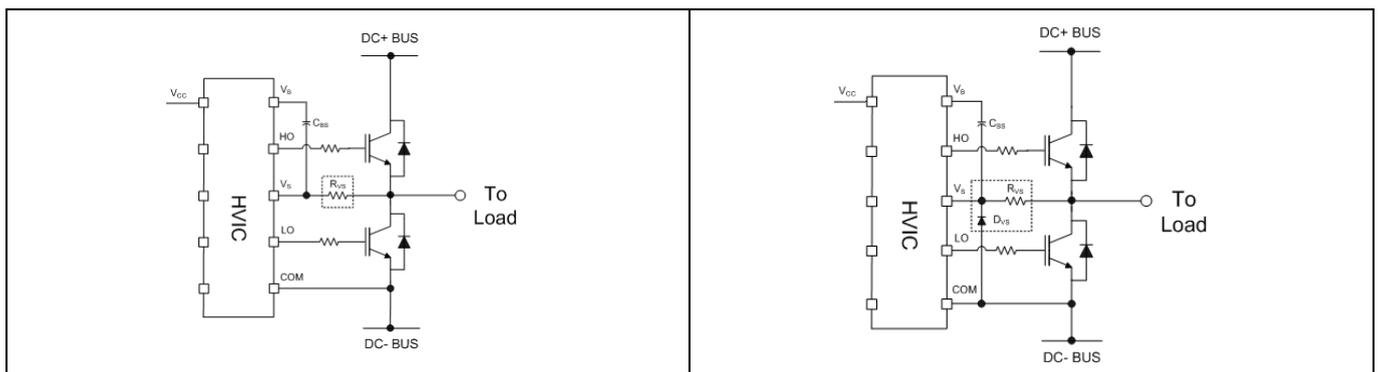

图 22  $V_S$  引脚和开关节点之间的电阻以及 COM 和  $V_S$ 之间的钳位二极管
**布线和布局：**功率级 PCB 寄生元件可能导致开关节点出现较大的负电压瞬变；建议限制相电压负瞬变。为了避免这种情况，建议 1) 尽量缩短高端发射极到低端集电极的距离，以及 2) 尽量缩短低端发射极到负总线轨的杂散电感。但是，如果负  $V_S$  尖峰仍然过大，可以采取进一步措施来降低尖峰。这包括在  $V_S$  引脚和开关节点之间放置一个电阻 (5  $\Omega$  或更小) (参见图 22 - A)，并且在某些情况下在 COM 和  $V_S$ 之间使用钳位二极管 (见图 22 -B)。请参阅 [www.infineon.com](http://www.infineon.com) 上的DT04-4 以获得更详细的解释。